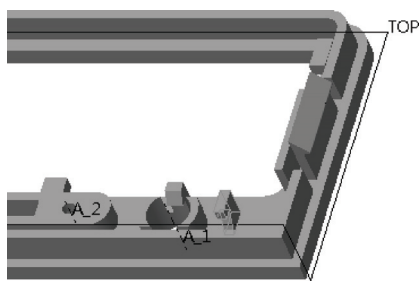

图 12-66 创建拉伸特征 10
- 7) 在“拉伸”选项卡中单击 (完成) 按钮，创建的拉伸特征 10 如图 12-66 所示。